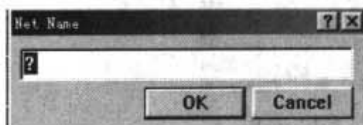
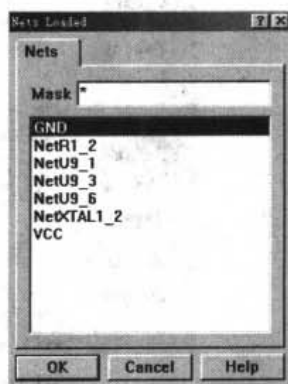

图 10-49 Net Name (网络名称) 对话框
图 10-50 Nets Loaded (装入网络) 对话框
**Net:** 选择指定的网络。执行该菜单命令后，光标变为十字，移动光标至目标网络，单击该网络上的任何一个元件，即可选中整个网络。在单击工作区间上的空处，将弹出如图 10-49 所示的 **Net Name** (网络名称) 对话框，在其中输入目标网络的名称，单击 **OK** 按钮，则可选中目标网络。若不知道网络名称，则输入“?”后，单击 **OK** 按钮，将弹出如图 10-50 所示的 **Nets Loaded** (装入网络) 对话框，列出当前 PCB 上的所有网络名称，选择目标网络，单击 **OK** 按钮，即可选中目标网络。